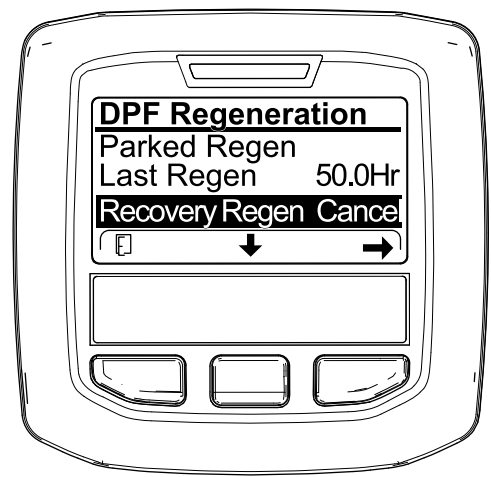
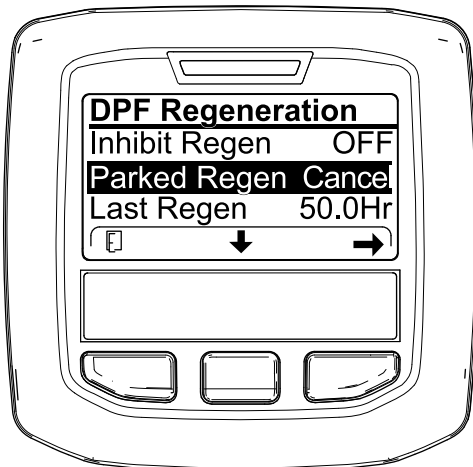

Figure 59
Figure 58
1. Ouvrez le menu DPF Regeneration (régénération du FAP) (Figure 58).
2. Appuyez sur le bouton central pour naviguer jusqu'à l'option PARKED REGEN CANCEL (Figure 58) ou RECOVERY REGEN CANCEL (Figure 59).
3. Appuyez sur le bouton droit pour sélectionner l'option Regen Cancel (annulation de régénération) (Figure 58 ou Figure 59).